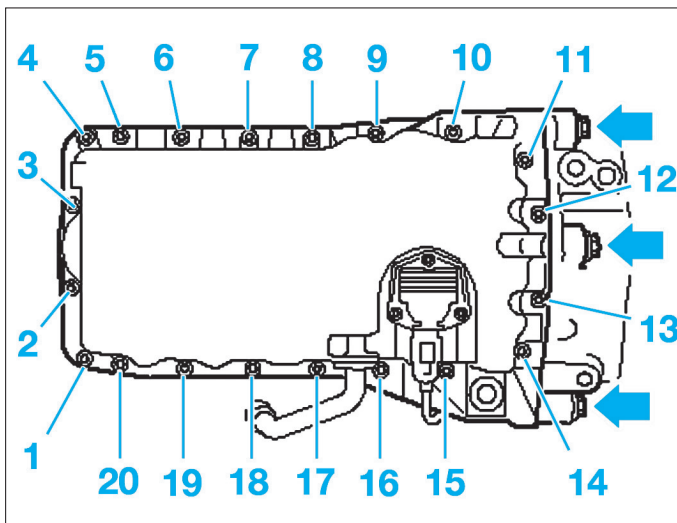

FIG. 38
- les vis du sous-ensemble carter d'huile/boîtes de vitesses (flèches) (Fig.38),
- Serrer dans l'ordre indiqué le carter d'huile (Fig.38).